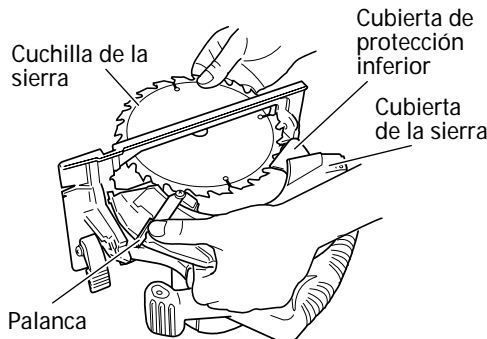

Fig. 16
- (3) Mientras sujeta la palanca para mantener la cubierta de protección inferior completamente retractada dentro de la cubierta de la cuchilla, retire la cuchilla de la sierra. (Fig.16)